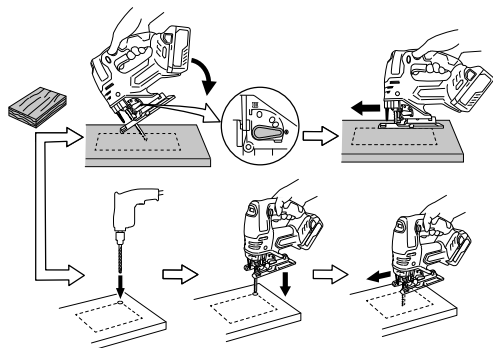

Fig. 30
5. Découpe d'ouvertures (Fig. 30)